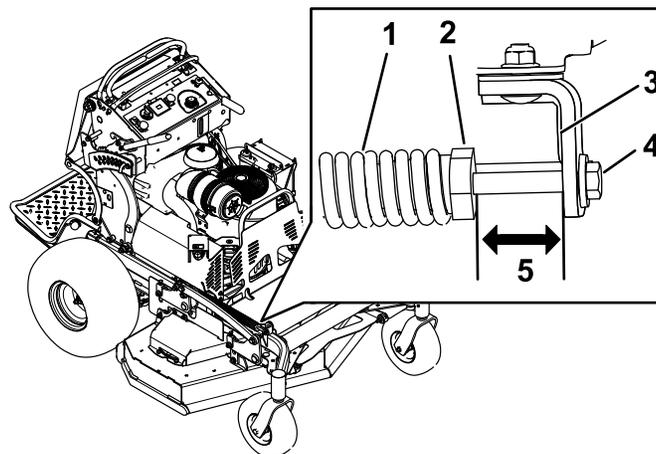

Figura 99
2. Controllate la distanza tra il dado della molla e il lato posteriore della staffa di montaggio saldata (Figura 99).
3. Accertate che la lunghezza sia 51 mm per piatti di taglio da 122 cm/132 cm e di 38 mm per piatti di taglio da 152 cm, come illustrato nella Figura 99.
4. Se necessario, regolate la distanza regolando il bullone sulla parte anteriore della staffa di montaggio (Figura 99).